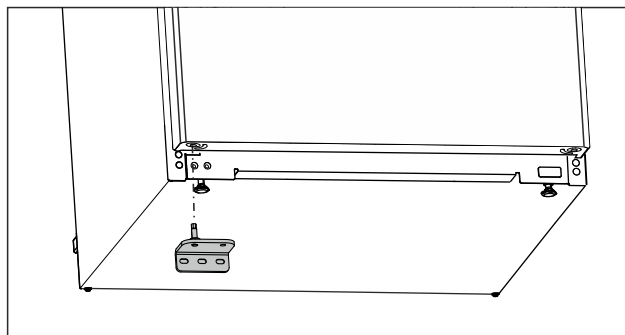

Fig. 16
- ▶ Inserire il blocco inferiore di supporto sul lato opposto. (vedere Fig. 16)